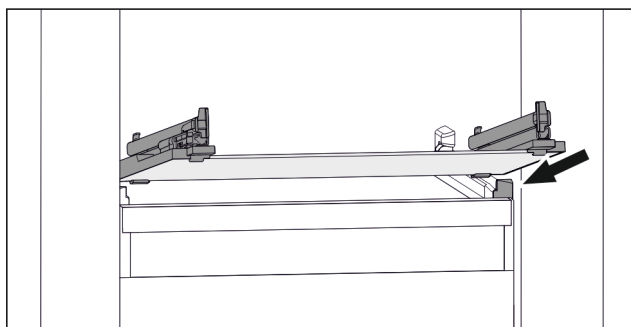

Fig. 77 Az üveglap példaként szolgáló ábrázolása
- ▶ Helyezze a fiókot ferdén az ütközők mögé. (lásd Fig. 77)